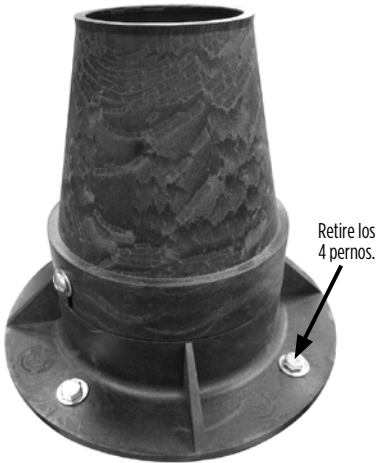

Figura 4
- Retire los cuatro pernos indicados que aseguran la placa de la boquilla al soporte del motor. Limpie y guarde esos componentes (Figura 4).